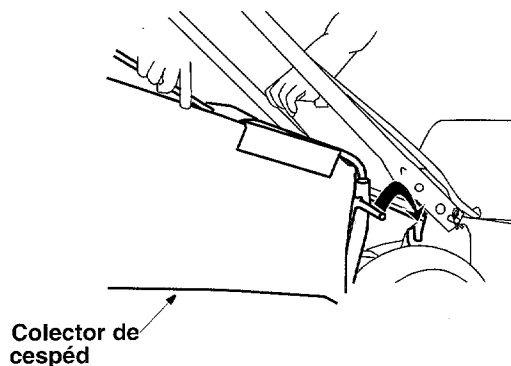

Figura 7
- Sujetando firmemente la bolsa de césped, coloque la bolsa en la cortadora según se muestra en la Figura 7.
- Coloque los ganchos, ubicados a ambos lados del armazón del retenedor de césped, sobre la varilla de pivote de la puerta de la canaleta en la parte posterior de la unidad. Vea la Figura 7. Desenganche la puerta de la canaleta.